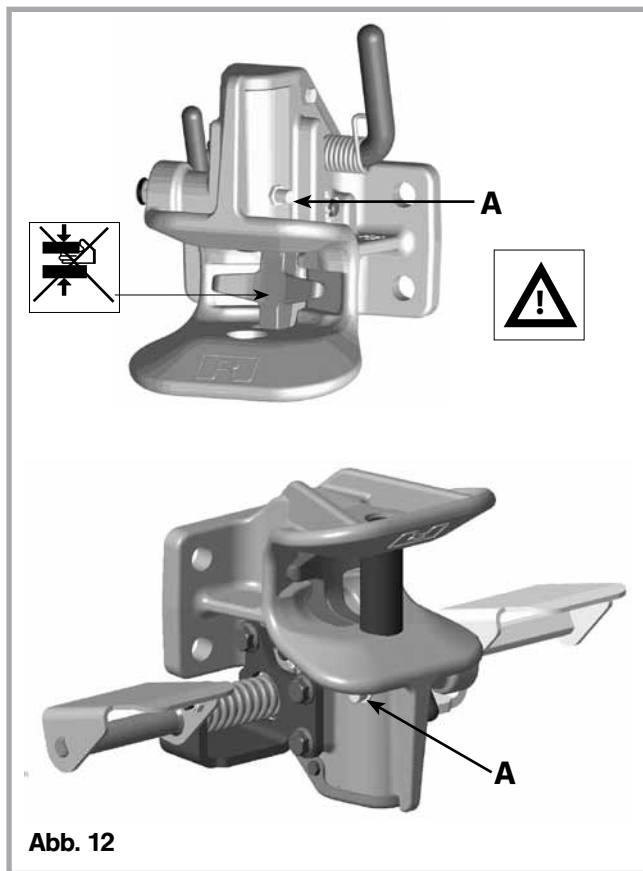

Abb. 12
- Bei schweren Einsatzbedingungen, starker Schmutz- und Wassereinwirkung **die Automateinheit bei geöffneter Kupplung** am Schmiernippel (**A**) nachfetten (s. Abb. 12):